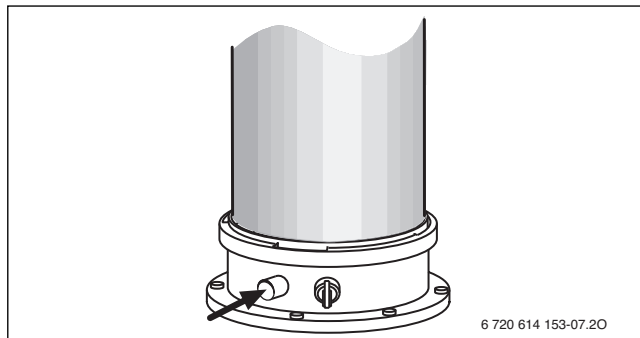

Fig. 35 Orificiu de măsurare a gazelor arse
- ▶ Deschideți șurubul micrometric pentru presiunea diferențială a vanei de gaz (→ Fig. 35).